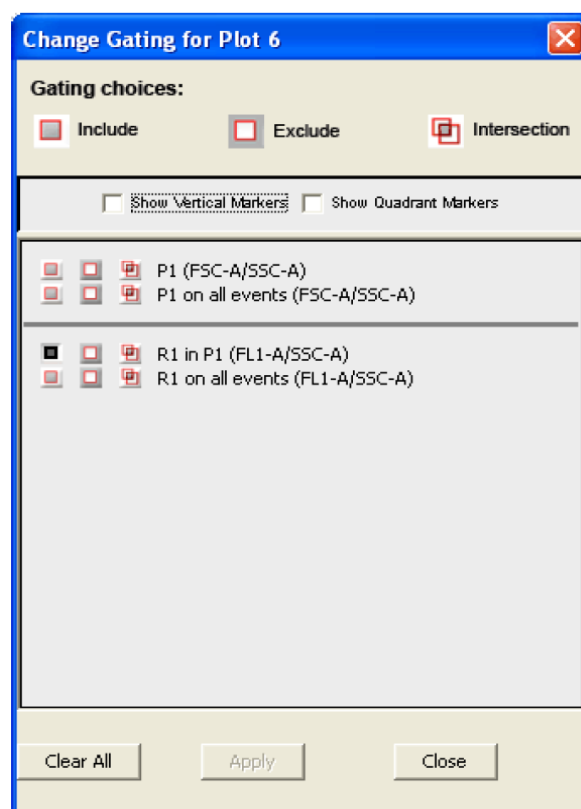

图 3-22 应用子门
6. 在改变设门对话框中，选择第二个门“嵌套”在母门（parent gate）中的那个选项（例如 R1 in P1, 如图 3-22 所示）。或者可以选择 on all events 这个选项（例如 R1 on all events），